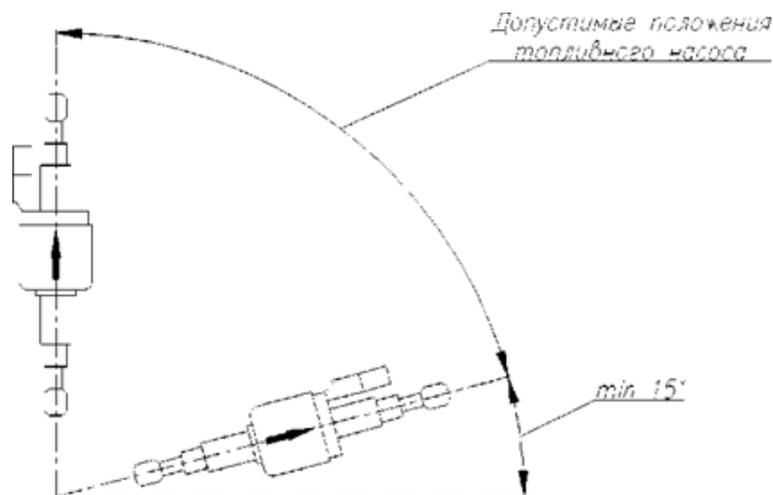

Рис. 5
- ось топливного насоса при монтаже предпочтительней устанавливать ближе к вертикали (см. рис.5);